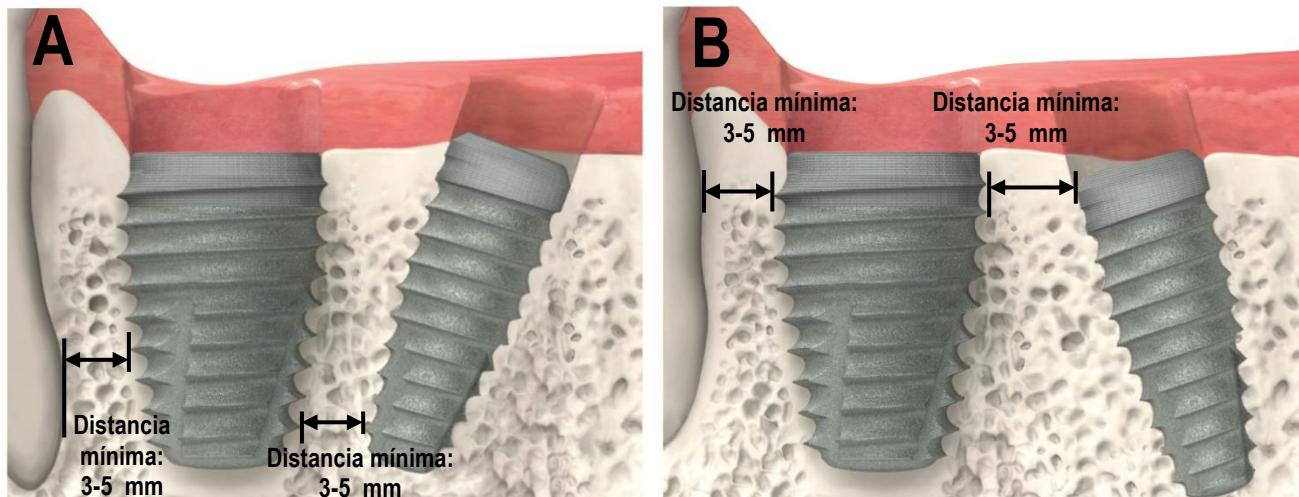

Figura 1. Advertencias y precauciones (3)
Los implantes dentales pueden dejar de funcionar por varias razones, incluida la sobrecarga debida a una oclusión inadecuada, la fatiga del metal y el apretado excesivo del implante durante la inserción. Un determinado porcentaje de implantes puede no lograr una osteointegración estable, como lo demuestra la movilidad, y debe extraerse. Las causas potenciales de la fractura del pilar incluyen, entre otras, la fundición más allá de un ángulo de 30 grados, la fundición del titanio por encima de 2010 °F (1099 °C), el soporte inadecuado del implante cuando se fija a dientes con compromiso periodontal, el ajuste no pasivo de la superestructura, la sobrecarga debida a una oclusión incorrecta, el asiento incompleto de los pilares cementados y el voladizo excesivo de los puentes. Los implantes de pequeño diámetro con pilares en ángulo o rectos están indicados para la región anterior de la boca y no deben utilizarse en la región posterior debido al riesgo de fallo del implante. Los implantes IM cónicos (1) están limitados a la región molar; (2) restringidos solo a un implante por lugar de extracción molar; (3) se deben colocar a 3-5 mm de los implantes o dientes adyacentes desde el extremo apical del implante o a 3 mm hasta coronal a la cresta alveolar (**Figura 1**); (4) deberá encontrarse al menos a 1,5 mm de las superficies alveolar bucal o lingual para permitir una integración adecuada; y, (5) se utilizan cuando el cirujano ha determinado que la colocación de un implante con un diámetro más estrecho incrementaría la probabilidad de fallo debido a una estabilidad primaria deficiente o mayores procedimientos quirúrgicos que podrían generar complicaciones.